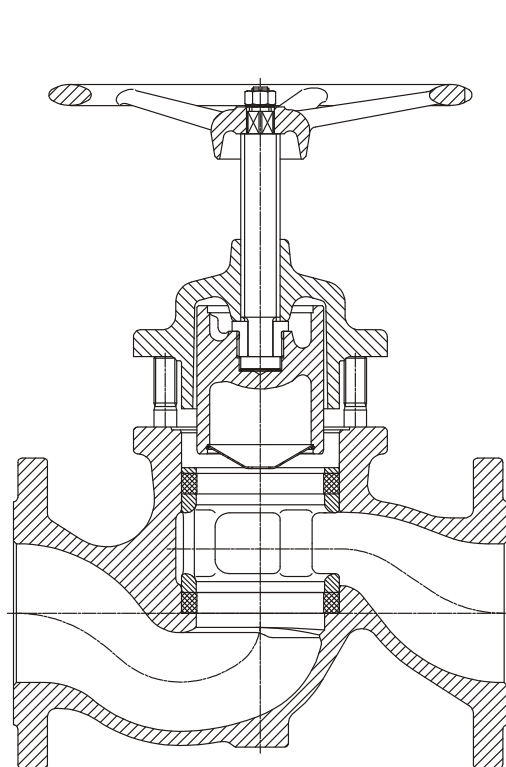

рис. 2
- затем верхнюю часть (поз. 2) легко повернуть так, чтобы верхний фланец уперся в установочный штифт (торцевая поверхность) (поз. 19), поворачивать маховик против часовой стрелки (в направлении «Открыто») пока поршень полностью не выйдет из верхнего клапанного кольца KX-GT (поз. 14) (см. стр. 10 рис. 2).